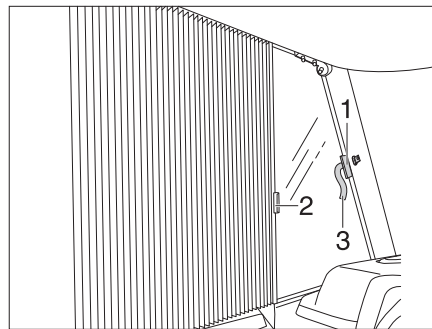

Fig. 14 Aseguramiento del estor plegable ventana del conductor/acompañante
**Aseguramiento:** ■ Empujar los estores plegables de la ventana del conductor y la ventana del acompañante con los tiradores (Fig. 14,2) debajo de las cubiertas y asegurarlos con cintas de cierre de velcro (Fig. 14,1 y Fig. 14,3). El estor plegable está asegurado.